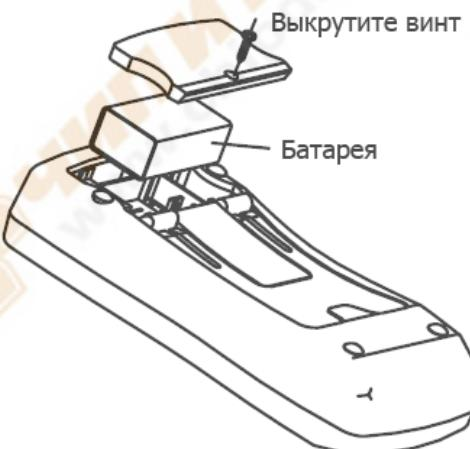

Рис. 27
C. Замена батареи питания (См. рис. 27)